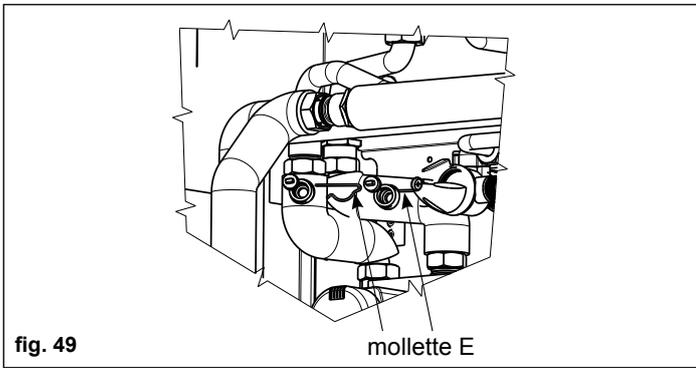
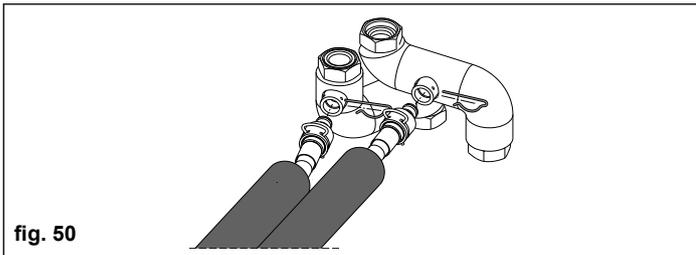

fig. 49
fig. 50
- Nella parte superiore del modulo idraulico di distribuzione sganciare le mollette (E), rimuovere i tappi in plastica (fig. 49) e innestarvi i tubi flessibili con riduzione fissandoli con le mollette precedentemente rimosse (fig. 50).